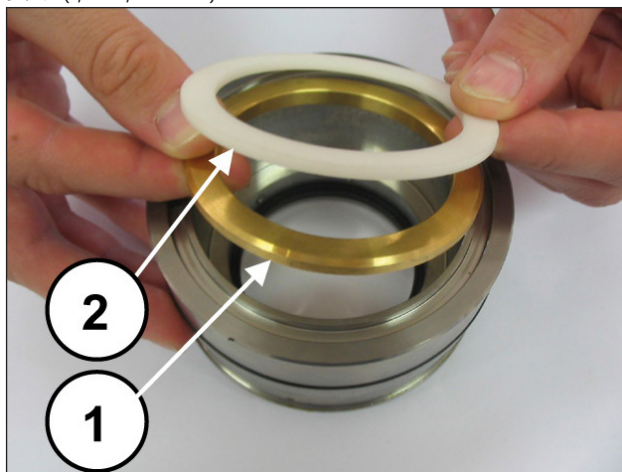
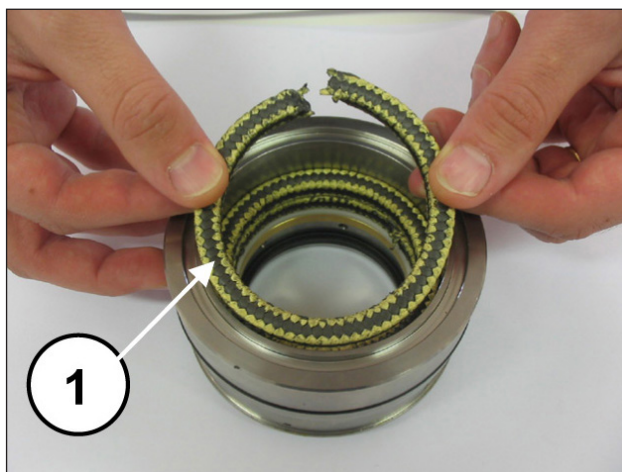
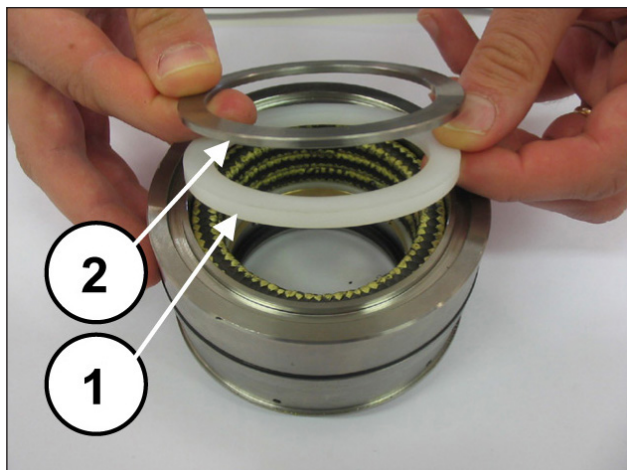

图 197
图 198
图 199
安装支撑环和抗挤压环（①②，图197）、三个KC密封环（注意槽口彼此之间成120度①，图198）、Kc密封刮刀环和弹簧环（①②，图199）。